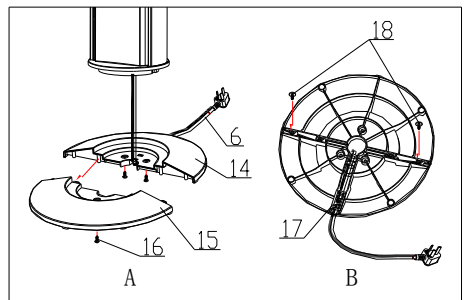

Fig.2
A. Ensamble las bases delantera y trasera, y pase el cable de alimentación por el centro de la base (Fig. 2 A).
B. Inserte y ajuste el tornillo I M5×16 y el tornillo II ST4×10 en la parte inferior de la base para fijar el montaje de la base al ventilador (Fig. 2 A).